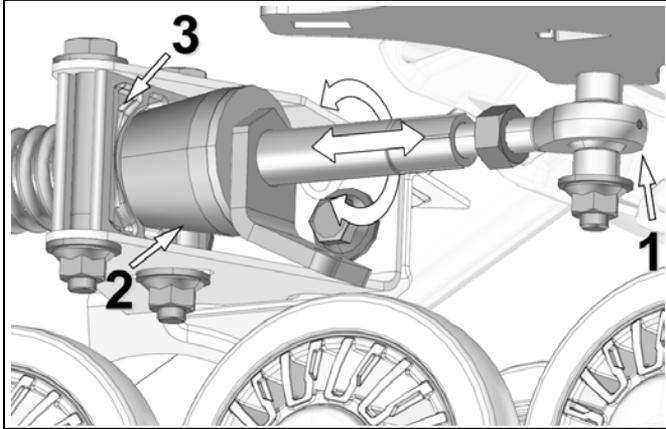

Figure 18
- Ajuster la longueur de l'embout à rotule (1) en tournant le support de limiteur de conduite au bras stabilisateur jusqu'à ce que le cône de caoutchouc (2) entre légèrement en contact avec le support pivotant (3). Voir la Figure 18.